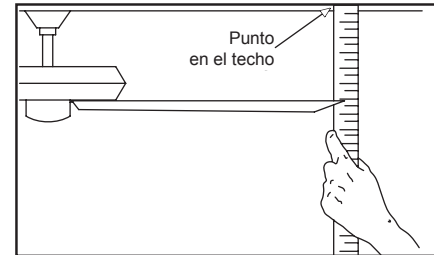

Figura 13
2. La mayoría de los problemas de oscilación del ventilador se deben a que las aspas no están al mismo nivel. Verifica este nivel seleccionando un punto en el techo sobre la punta de una de las aspas. Mide desde un punto en el centro de cada asa al punto en el techo. Mide esta distancia como muestra la Figura 13. Gira el ventilador hasta que la siguiente asa quede en posición para medir. Repite el procedimiento para cada asa. Las desviaciones de la medición no deben pasar de 1/8" (3.2 mm). Deja que el ventilador funcione por 10 minutos.